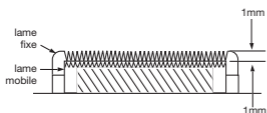

Fig. 4
- Remettre en place les vis originales et les visser légèrement. Puis aligner les deux lames, point par point, comme indiqué sur la figure 4 ci-dessous.